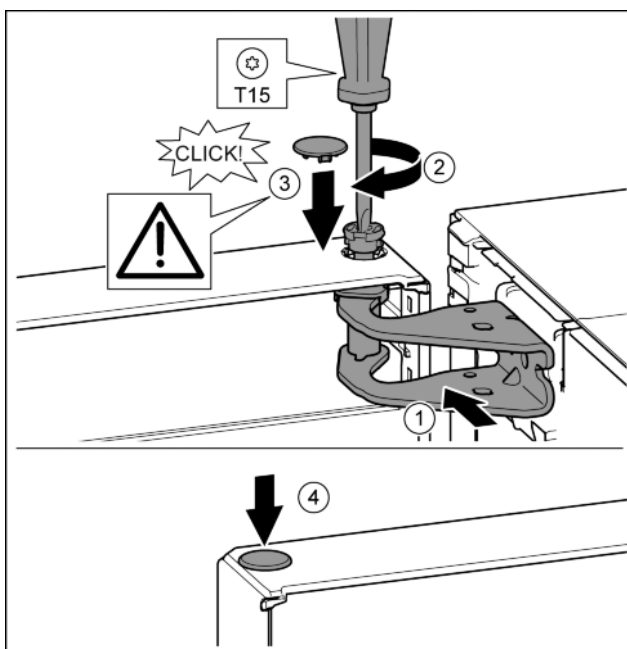

Fig. 20
- Дверь вверх выровнять по отверстию в опорном кронштейне. Fig. 20 (1)
- Вставить палец и затянуть отверткой T15. Fig. 20 (2)
- Установить предохранительную крышку для защиты двери: вставить предохранительную крышку и проверить, прилегает ли она к двери. В ином случае вставить палец полностью. Fig. 20 (3)
- Вставить заглушку. Fig. 20 (4)